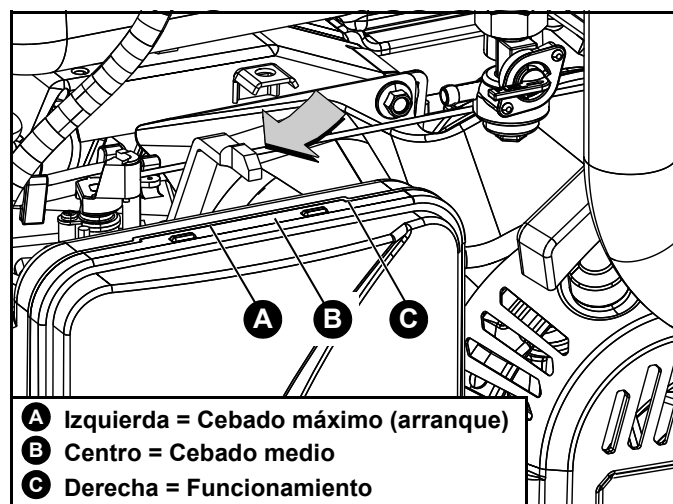

Figura 3-12. Posiciones de la palanca del cebador
5. Mueva la palanca del CEBADOR hacia la izquierda a la posición de CEBADO MÁXIMO. Vea la Figura 3-12.
4. Mueva la palanca del CEBADOR hacia la izquierda a la posición de CEBADO MÁXIMO. Vea la Figura 3-12.